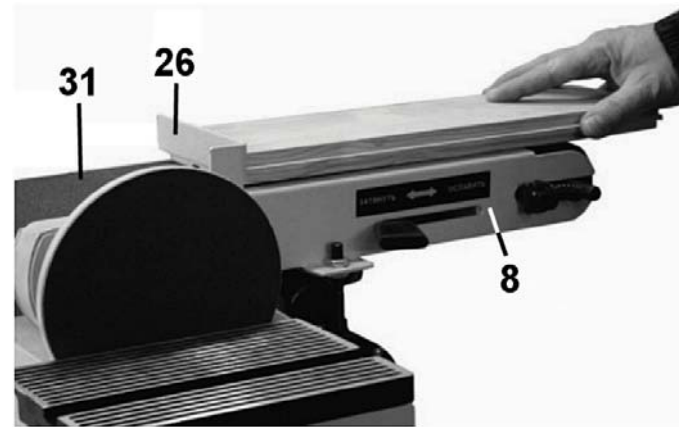

Рис.9
Не прижимайте слишком сильно заготовку к шлифовальной ленте. Машина работает лучше без приложения больших усилий нажатия на заготовку, Рис.9. Задний упор (26), Рис.9, фиксирует деревянную заготовку во время работы. Во время работы берегите руки. При выполнении любого шлифования заготовка должна плотно прилегать к опорным и направляющим поверхностям.
Когда шлифовальная лента (31) расположена горизонтально, заготовка опирается в задний упор (26) и на рабочий стол (8), Рис.9.